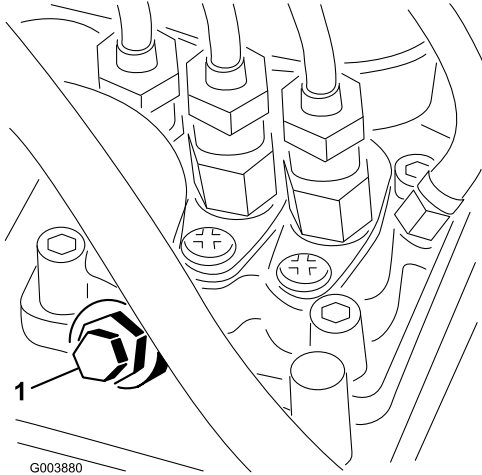

Bild 31
3. Öffnen Sie die Entlüftungsschraube an der Kraftstoffeinspritzpumpe (Bild 31) mit einem 12 mm Schraubenschlüssel.